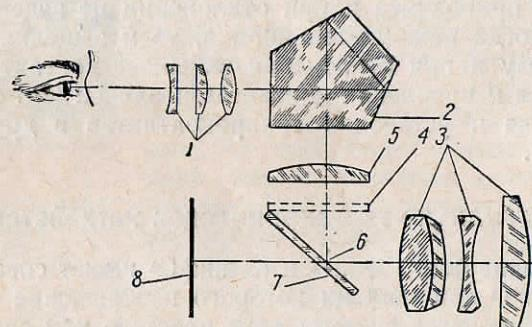

Рис. 167. Схема зеркально-телескопического устройства, работающего совместно с объективом
**Принципиальная схема зеркально-телескопического устройства**, работающего совместно с объективом, приведена на рис. 167: 1 — глаз наблюдателя и окуляр, 2 — пентапризма, 3 — система линз объектива, 4 — нерабочее положение зеркала, 5 — линза с матовой пло-